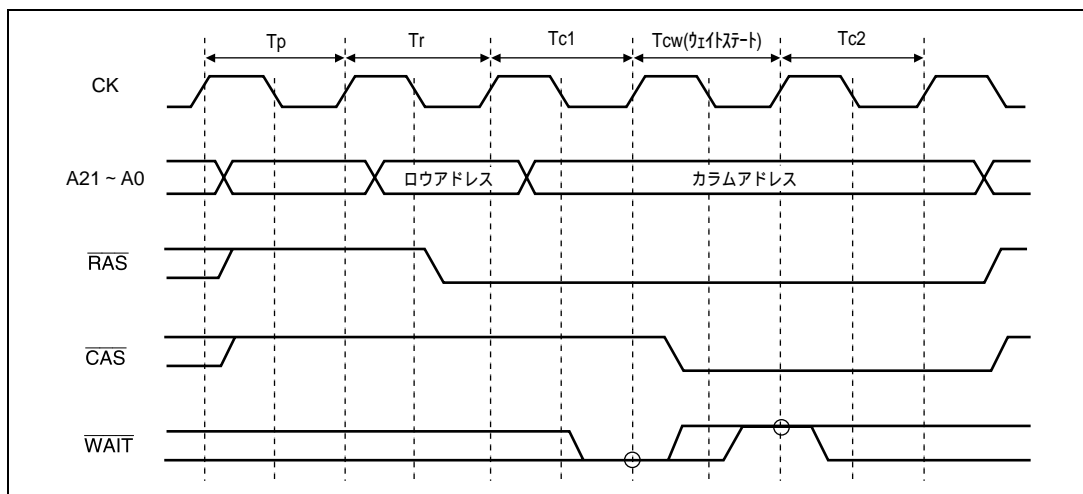

図 8.20 DRAM アクセス時のウェイトステートタイミング (ロングピッチ)
DRAM アクセスサイクルに挿入されるウェイトステート数は、WCR1、WCR2 の設定により制御されます。WCR1、WCR2 の対応するビットを 0 にすると、コラムアドレス出力サイクルは常に 1 ステートで終了し、ウェイトステートは挿入されません。ビットを 1 にすると、 $\overline{\text{WAIT}}$  端子入力信号が、コラムアドレス出力サイクルの第 2 ステート直前のシステムクロック (CK) の立ち上がりでサンプルされ、ローレベルである間、ウェイトステートが挿入されます。ハイレベルが検出されると、第 2 ステートに移行します。図 8.20 に、ロングピッチのバスサイクルでのウェイトステートタイミングを示します。